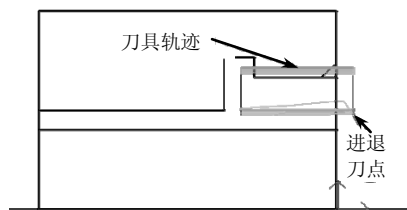

图 6-99 螺纹刀具加工轨迹
(2) 确定进退刀点 指定一点作为刀具加工前和加工后所在的位置，如图 6-99 所示。要保证选取的点在进退刀时不会与工件发生干涉。
(3) 生成刀具轨迹 当确定好进退刀点后，系统会自动生成绿色的刀具轨迹，如图 6-99 所示。